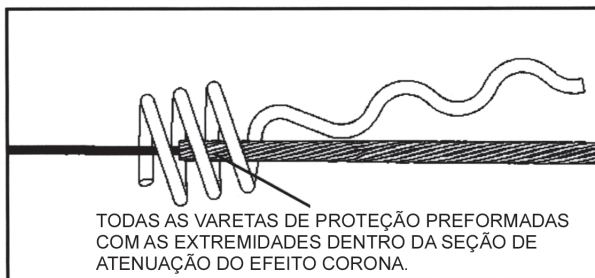

FIGURA 2 – POSICIONAR O ATENUADOR DE EFEITO CORONA SOBRE AS VARETAS DE PROTEÇÃO PREFORMADAS.
2.02 Posicione o atenuador de efeito corona para que todas as extremidades das varetas de proteção preformadas caiam completamente dentro da seção de atenuação do efeito corona como demonstrado na figura 2. Tente alinhar as varetas no centro da seção de atenuação do efeito corona, mas certifique-se de que nenhuma vareta metálica se prolongue além da extremidade de abertura da seção de atenuação. Isto é crucial para a função do Atenuador do Efeito Corona PLP.